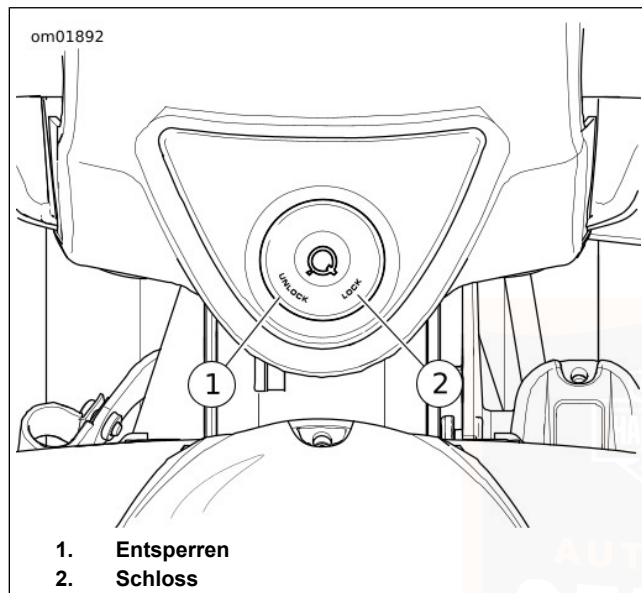

Abbildung 26. Gabelschloss: Ohne Verkleidung
Ohne Verkleidung: Siehe Abbildung 26 . Das Gabelschloss befindet sich an der Oberseite des Lenkkopfs hinter dem Scheinwerfertopf und ist in die Lenkerschellenverkleidung eingelassen.
2. Siehe Abbildung 26. Den Schlüssel einführen und gegen den Uhrzeigersinn in die LOCK-Stellung (versperrt) drehen. Den Schlüssel abziehen.